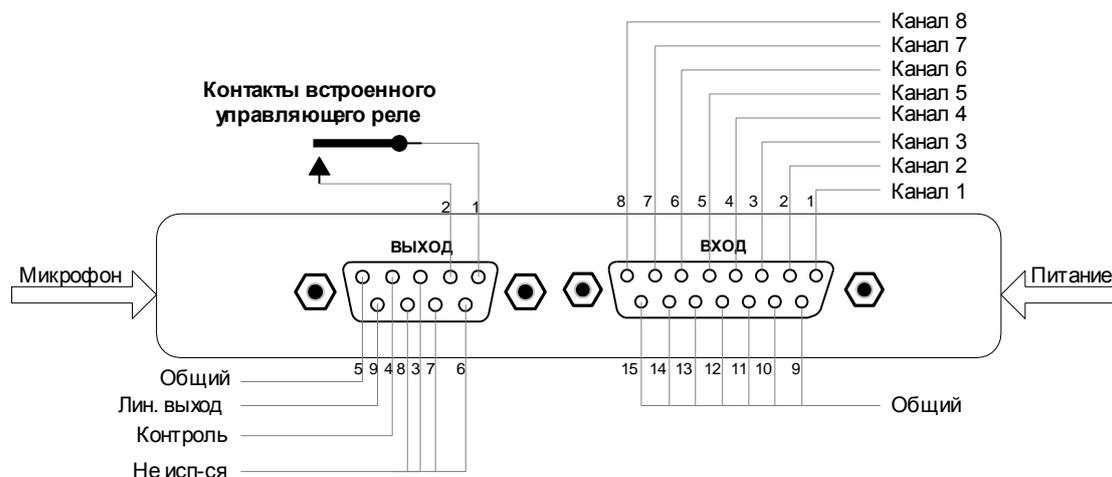

Рис.3 Задняя торцевая панель прибора.
1.5.2.1 Для подключения внешнего оборудования на торцевых гранях РИ присутствуют четыре разъема (Рис. 3):
Управление РИ в рабочем режиме осуществляется замыканием или размыканием (в зависимости от настройки) соответствующих контактов каналов входного разъема с общим контактом (Рис. 3). Для замыкания/размыкания контактов в большинстве случаев используют свободные контакты путевых реле.
Звуковой сигнал на вход внешнего усилителя подается с линейного выхода РИ (контакты 5 и 9 выходного разъема, см. Рис. 3).
Звуковой сигнал на вход радиостанции подается с линейного выхода РИ (контакты 5 и 9 выходного разъема, см. Рис. 3).
Подключение внешних исполнительных устройств осуществляется к контактам встроенного управляющего реле (контакты 1, 2 выходного разъема, см. Рис. 3).